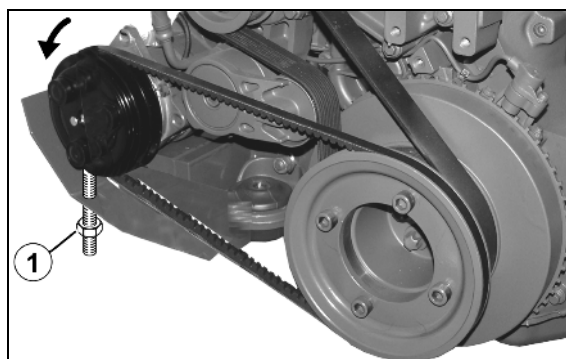

Fig. 171
1. Tryk strammerullen (Fig. 171/1) i pilens retning med en topnøgle (Fig. 171/3) til der kan fikseres en holdestift Ø6 mm (Fig. 171/4) i montageboringen.
Kileribberemmen (Fig. 171/2) er strammet.
2. Træk først kileribberemmen (Fig. 171/2) af den mindste rulle hhv. af strammerullen.
4. Læg den nye kileribberem (Fig. 171/2) på.
6. Stram kileribberemmen igen vha. strammerulle og topnøgle (Fig. 171/3). Kontrollér, om kileribberemmen ligger rigtigt i dens føring.